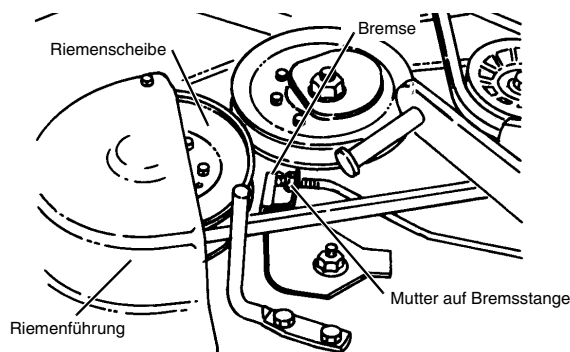

ABBILDUNG 25
- Abstand von der Bremsenoberfläche zur Bremsoberfläche der Riemenscheibe messen (siehe ABBILDUNG 25).